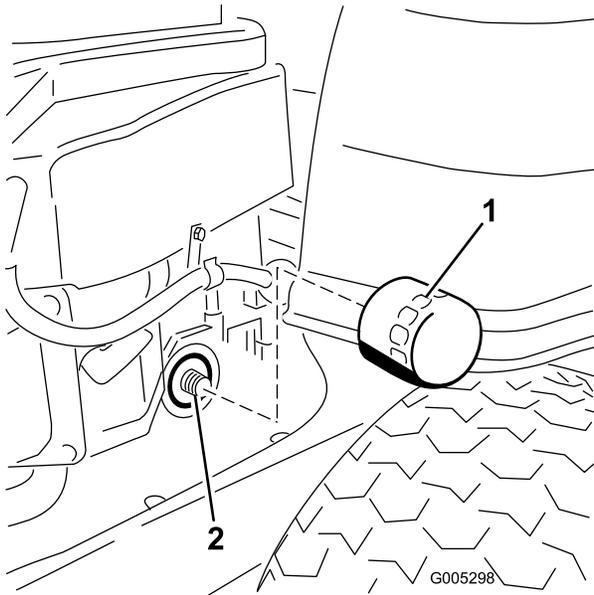

Figura 26
10. Localice el filtro de aceite situado en el lado derecho del motor. Retire el filtro usado y limpie con un paño limpio el adaptador del filtro (Figura 26).
12. Instale el filtro de aceite nuevo en el adaptador. Gire el filtro de aceite en el sentido de las agujas del reloj hasta que la junta de goma entre en contacto con el adaptador, luego apriete el filtro de 3/4 a una vuelta más (Figura 26). Limpie cualquier exceso de aceite del bastidor.